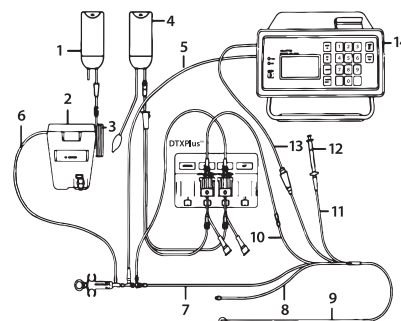

Figura 1. Montagem do sistema de loop fechado
19. Conecte o cabo do sensor em linha (modelo SP4045 ou outro cabo compatível) ao compartimento do sensor da solução injetável empurrando a mola para dentro do compartimento e apertando-o (consulte a Figura 1).